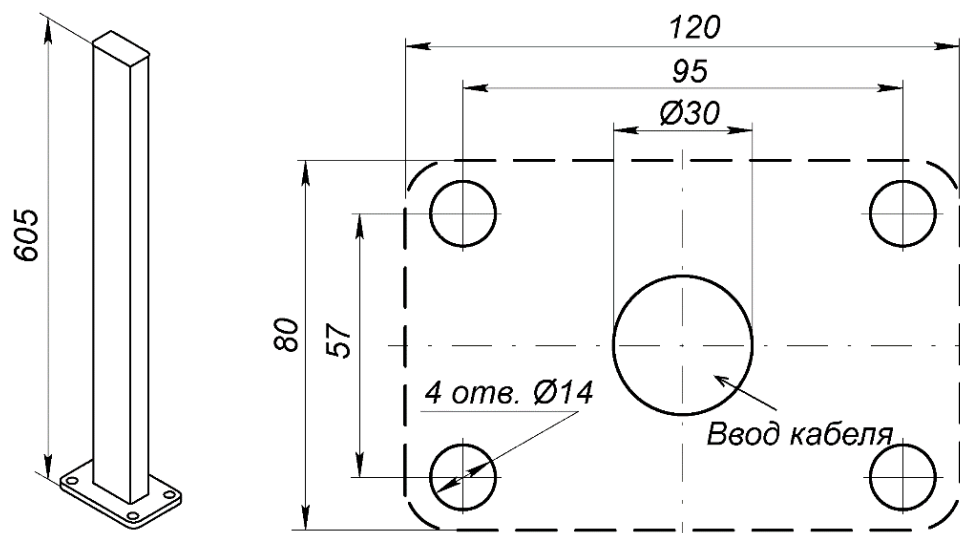

Рисунок 14. Внешний вид и схема разметки отверстий для установки стойки для фотоэлемента безопасности PERCo-GDS1
Фотоэлемент безопасности может устанавливаться на стойке **PERCo-GDS1** (входит в дополнительный комплект поставки) (см. рис. 14).
2. Выполните в установочной поверхности отверстия под гильзы анкеров в соответствии со схемой разметки (см. рис. 14), а также штробы для проводов питания и соединения при необходимости. Размер отверстий на схеме указан для анкеров типа PFG IN8 («SORMAT»), при использовании других типов анкеров необходимо выполнять отверстия соответствующих им диаметра и глубины.